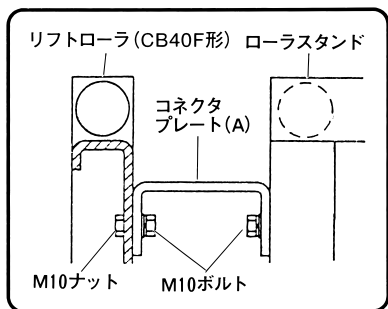

図 13
(4) ローラスタンドの高さ調整後、M10ボルト (2本) を締付け、ローラスタンドを固定します。(図13)